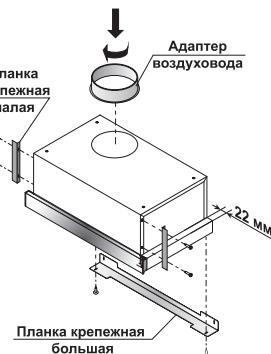

Рис. 2
1. Вставьте адаптер воздуховода. При необходимости, при помощи саморезов из монтажного комплекта и отвертки за крепите планки крепежные на корпусе вытяжки. (Рис. 2)